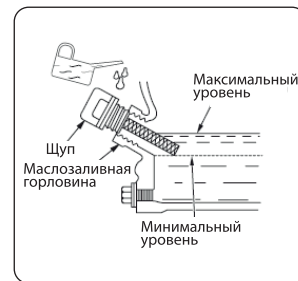

Рис. 15
**ВНИМАНИЕ!** Перелив масла может привести к поломке генераторной установки, поэтому заливаете масло постоянно проверяя его уровень щупом. Если было залито лишнее масло, выше отметки «Max» на щупе, его необходимо слить (Рис. 15).